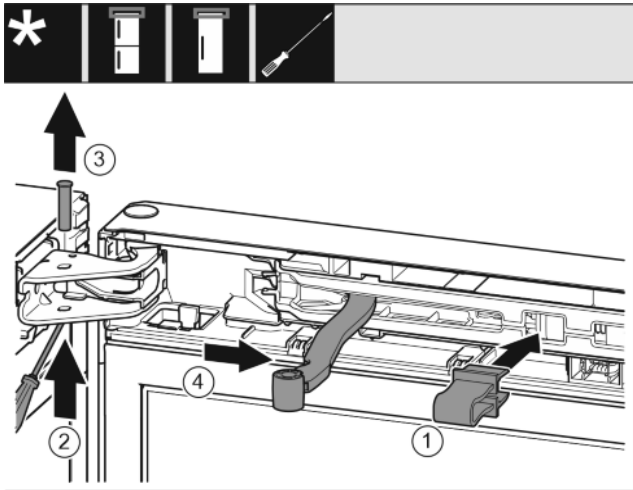

Fig. 7
- ▶ Okrenite zglob u smjeru vrata. Fig. 7 (4)
- ▶ Zakvačite osigurač u otvor. Fig. 7 (1)
- ▶ Odvijačem gurnite van svornjake. Fig. 7 (2)
- ▶ Skinite svornjake prema gore. Fig. 7 (3)